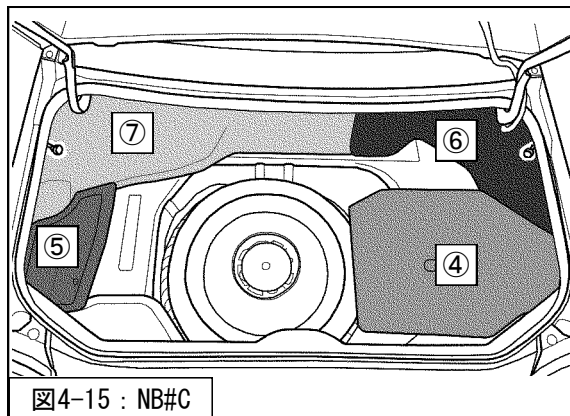

図4-15 : NB#C
15. ⑦トランクサイドトリムLを車両に取付けてください。(図4-15)
を取付けてください。(図4-15)